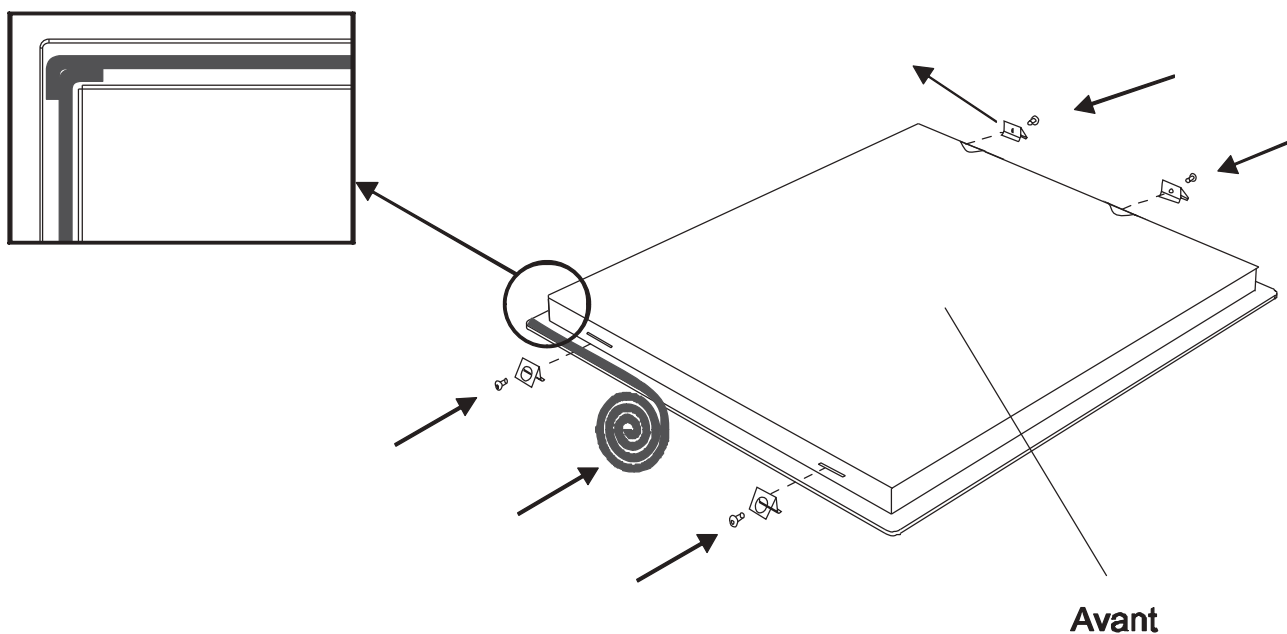

Figure 6
- Le câble terre doit être branché au moyen de la vis qui a le symbole terre (•). Le branchement du câble d'alimentation doit être effectué selon la Figure 6. S'il n'y a aucune prise de terre conforme aux normes d'installation, contactez le service autorisé immédiatement.